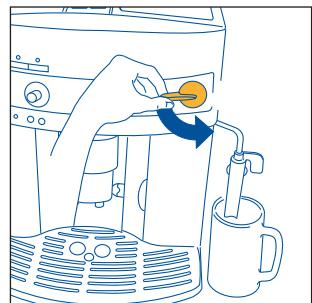
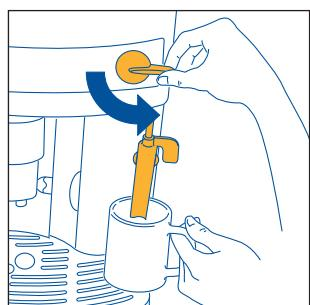
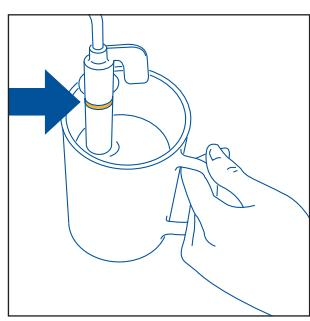

Fig.5
Fig.23
Fig.24
3. **INMEDIATAMENTE DESPUÉS, ANTES DE TRANSCURRIDOS 30 SEGUNDOS** gire el mando de vapor media vuelta hacia la izquierda hasta el tope (fig.5) (es normal que la máquina haga ruido).
- Gire el mando vapor media vuelta hacia la izquierda hasta el fondo (fig. 5): el agua caliente saldrá por el emulsionador y empezará a llenar el recipiente de abajo.
- **Inmediatamente después, antes de transcurridos dos minutos como máximo** (en caso contrario la máquina vuelve automáticamente a la función café), sumerja el emulsionador en el recipiente de la leche (fig. 23) procurando no superar la línea marcada en el emulsionador (indicado por la flecha de la fig. 24). Gire el mando vapor media vuelta hacia la izquierda hasta el tope (fig. 5). (Tenga cuidado en no quemarse). Del emulsionador saldrá vapor que le dará un aspecto cremoso a la leche y aumentará su volumen. Para formar una espuma más cremosa, sumerja en la leche el emulsionador y gire el recipiente con movimientos lentos de abajo hacia arriba. (Se aconseja no erogar vapor durante más de 2 minutos seguidos).
- Haga salir un poco de agua o vapor durante algunos segundos girando el mando de vapor hacia la izquierda hasta el tope (fig. 5). Con esta operación, el tubo de vapor descarga la leche que pueda haber quedado en su interior. IMPORTANTE: por razones de higiene se aconseja realizar esta operación para que la leche no se deposite en los circuitos internos del emulsionador.